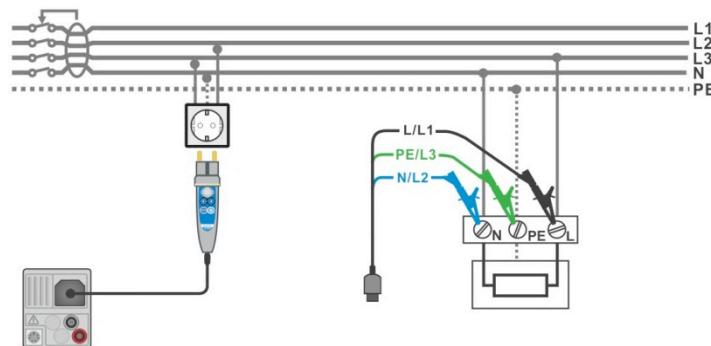

Рисунок 7.23: Подключение щупа «commander» с вилкой и 3-проводного измерительного кабеля.
- › Подключите измерительный кабель или щуп «Commander» к испытываемому объекту, см. **Рисунок 7.23: Подключение щупа «commander» с вилкой и 3-проводного измерительного кабеля**.
- › Подключите измерительный кабель или щуп «Commander» к испытываемому объекту, см. **Рисунок 7.23: Подключение щупа «commander» с вилкой и 3-проводного измерительного кабеля.**
- › Подключите измерительный кабель или щуп «Commander» к испытываемому объекту, см. *Рисунок 7.23: Подключение щупа «commander» с вилкой и 3-проводного измерительного кабеля.*
› Подключите измерительный кабель или щуп «Commander» к испытываемому объекту, см. Рисунок 7.23: Подключение щупа «commander» с вилкой и 3-проводного измерительного кабеля